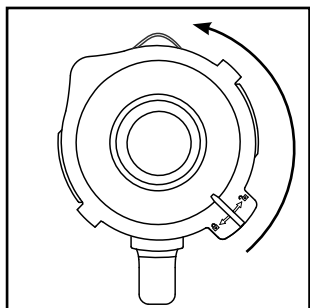

Fig. 1
- 1) Drej blenderkanden ③ i retning mod uret, indtil pilen ▼ under blenderkandens håndtag står over positionen . Tag blenderkanden ③ lodret op fra motorblokken ⑥.
- 2) Fjern låget ② ved at dreje det mod uret i retning af position  (se fig. 1), indtil du kan tage det af oppefra.
- 3) Fyld blenderkanden ❸ mindst op til den nederste streg på skalaen ❸ og maksimalt til MAX-markeringen. For at opnå optimale resultater anbefaler vi følgende maksimale påfyldningsmængder: